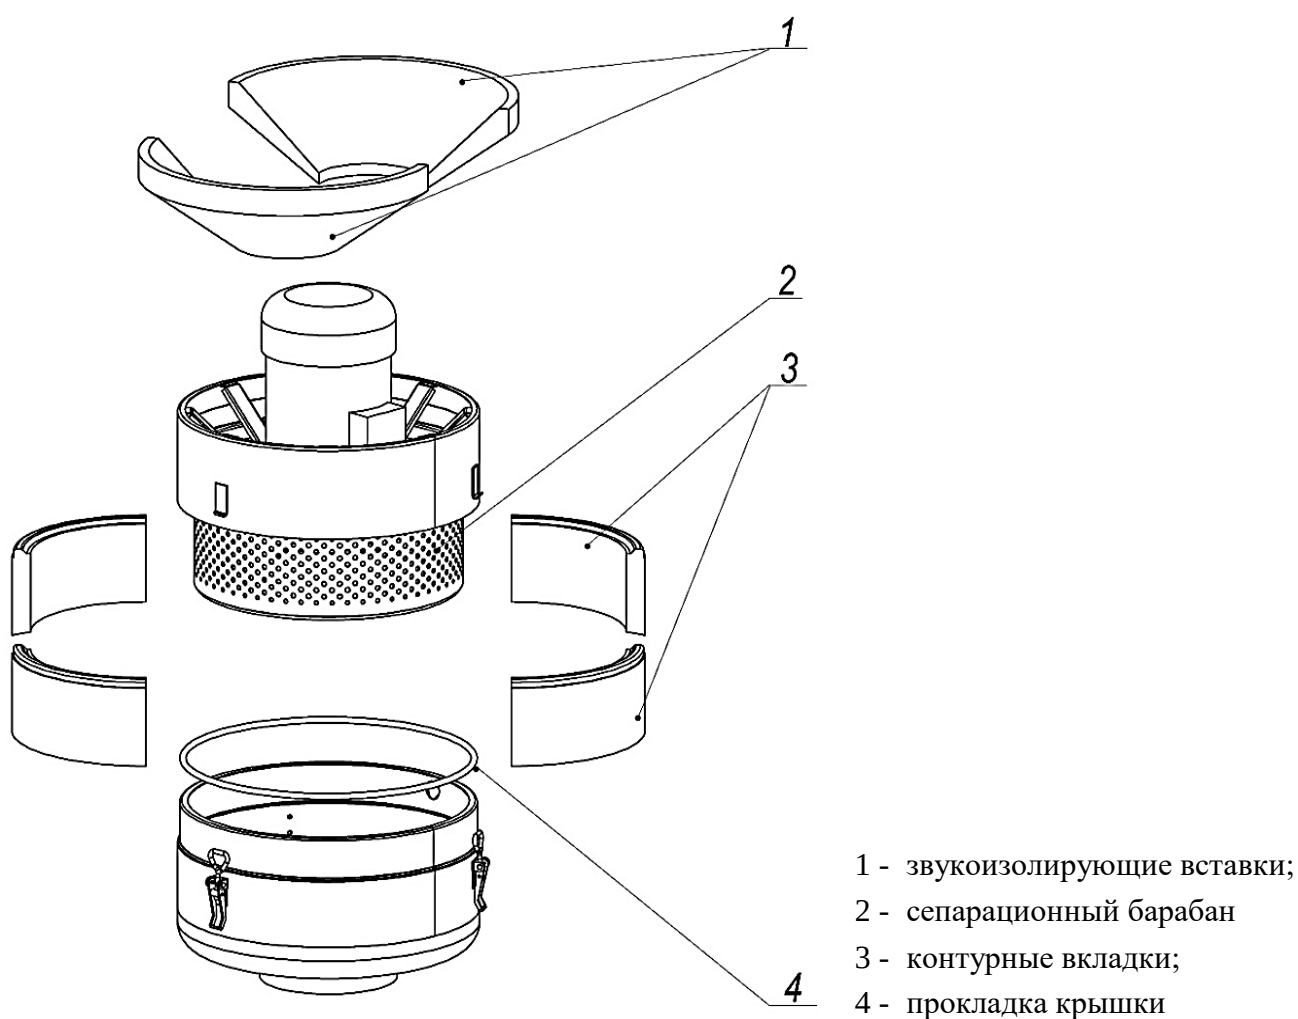

Рисунок 5
- 2) извлечь старую прокладку крышки (рисунок 5, поз. 4), очистить контактные поверхности корпуса и крышки от загрязнений;